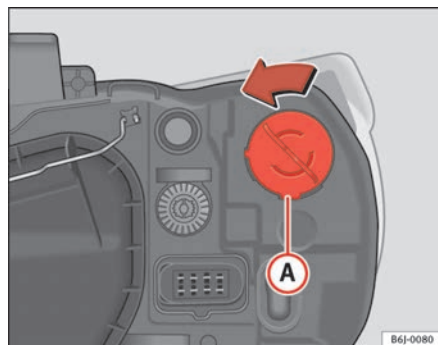

Fig. 150 Luz intermitente
- Gire el portalámparas ⇒ fig. 150 **A** a la izquierda y tirar.